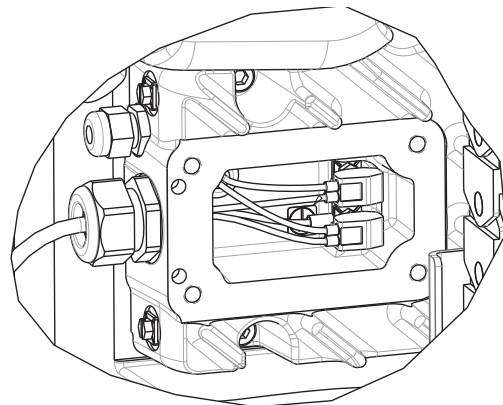

図 38: ドライバーハウジングのワイヤ
- a. シングルラム供給システムを使用している場合は、赤い切断スイッチ (AZ) をオフにします。
- b. タンデムラム供給システムを使用している場合、ドライバーが取り外されているラム供給ユニットで赤い切断スイッチ (AZ) をオフにします。
4. ドライバー (AB) から電源を外します。
- a. ドライバーハウジングカバー (HC) を取り外します。
- b. ドライバーハウジング内部のワイヤを取り外します。図 38 を参照してください。